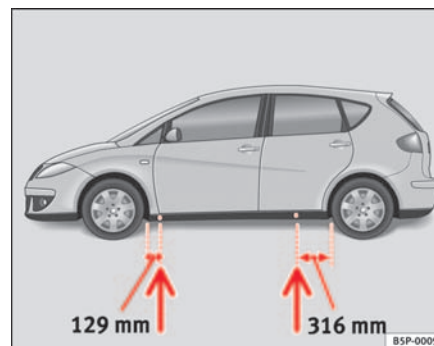

Abb. 167 Aufnahme-
- Suchen Sie den Aufnahmepunkt am Unterholm, der dem zu wechselnden Rad am nächsten liegt ⇒ Seite 236, Abb. 167
Am Unterholm kennzeichnen jeweils vorn und hinten Eindrückungen die Stellen, an denen der Wagenheber angesetzt werden darf ⇒ Seite 236, Abb. 167. An jedem Rad ist eine Stelle für den Wagenheber vorgesehen. An anderen Stellen darf der Wagenheber nicht angesetzt werden.